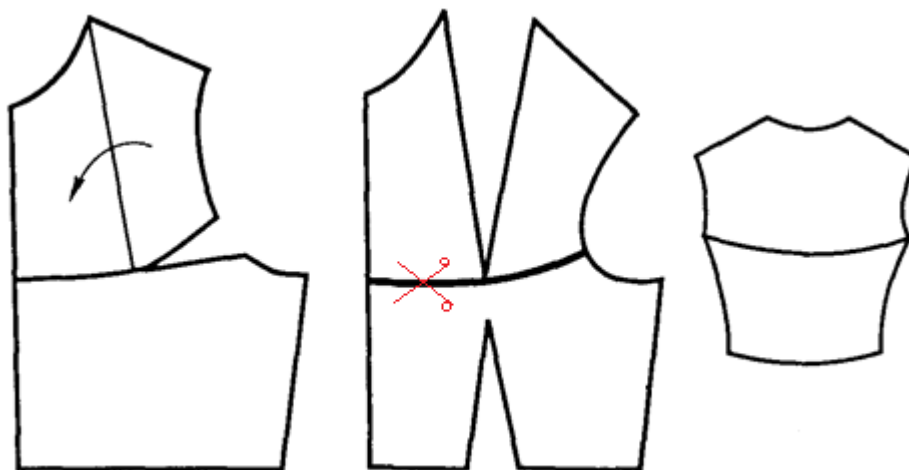

Рис.3
1. Виконайте в конспекті креслення основи пілочки розміру 164-92-96 до лінії талії (рис.3)